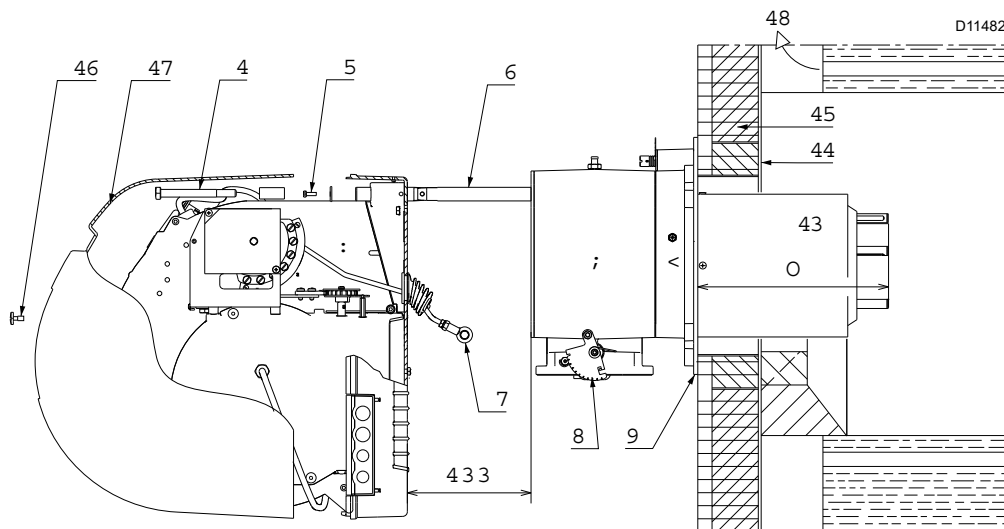
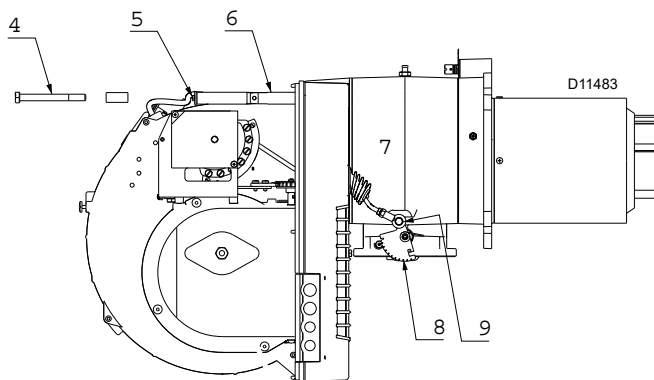

Fig. 10
Fig. 15
Per le caldaie con giro dei fumi anteriore 1)(Fig. 10), o con camera ad inversione di fiamma, eseguire una protezione in materiale refrattario 5), tra refrattario caldaia 2) e boccaglio 4).
Separare quindi la testa di combustione dal resto del bruciatore, (Fig. 10).
- Fissare la flangia 9) (Fig. 10) alla piastra della caldaia interponendo lo schermo isolante 6) (Fig. 10) dato a corredo.
Terminata la regolazione della testa, rimontare il bruciatore sulle guide 3)(Fig. 15) a circa 100 mm dal manicotto 4) - bruciatore nella posizione illustrata dalla Fig. 10 a pag. 14.
- Inserire il cavo della sonda ed il cavo dell'elettrodo e quindi far scorrere il bruciatore fino al manicotto, bruciatore nella posizione illustrata dalla (Fig. 15).